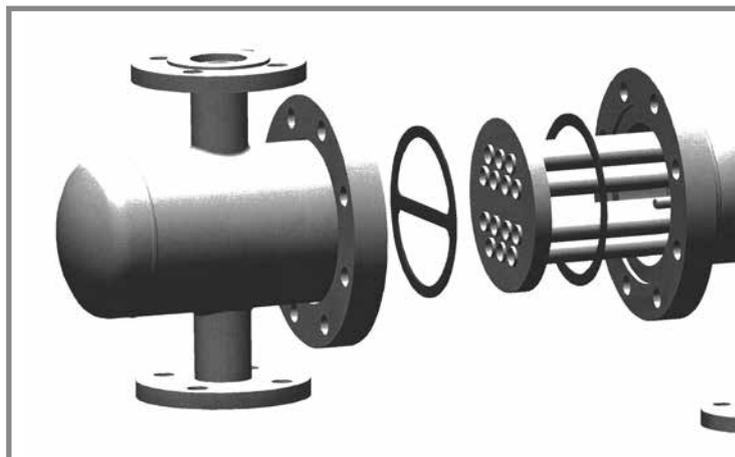

Fig. 13
**4.9** Prima di reinserire il fascio nel mantello, inserire una nuova guarnizione dal retro del fascio e spostarla sul retro della piastra come indicato in Fig.13. Le guarnizioni devono essere sostituite sempre, ogni volta che si allentano i tiranti.